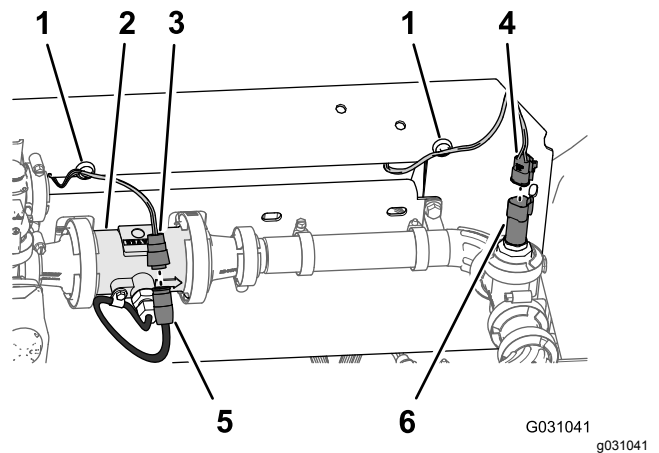

Bild 108
2. Stecken Sie den 3-poligen Anschluss des 75,5-cm-Kabelbaumzweigs für das Durchflussmessgerät (nicht beschriftet) in den 3-poligen Anschluss des Kabelbaums des Durchflussmessgeräts (Bild 108).
3. Stecken Sie den 3-poligen Anschluss des 218,4-cm-Kabelbaumzweigs (mit **Pressure Transducer** beschriftet) in den 3-poligen Anschluss des Druckwandlers (Bild 108).
4. Befestigen Sie die magnetischen Kabelbaumanker für das Durchflussmessgerät und den Druckwandler an der Oberfläche der Verteilerbefestigung (Bild 108).
1. Verlegen Sie die Anschlüsse des 218,4-cm- und des 75,5-cm-Kabelbaumzweigs, der mit **Flow Meter** und **Pressure Transducer** beschriftet ist, an der Rückseite der Verteilerbefestigung (Bild 108).